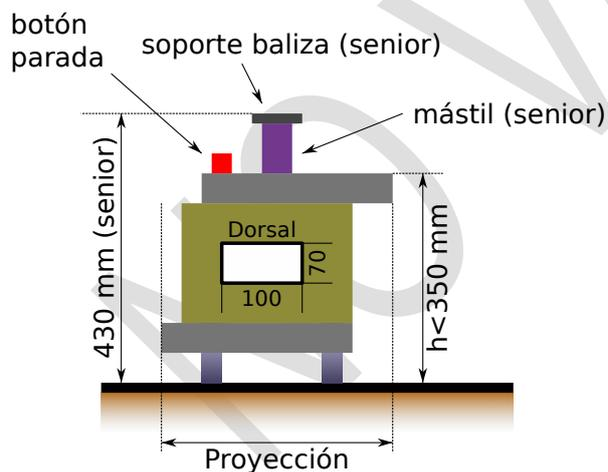
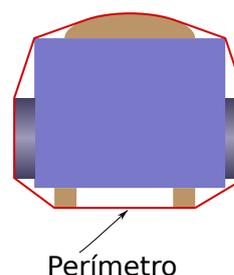

Figura 1: dimensiones del robot
Figura 2: envolvente convexa
- Se trata de la envolvente convexa de la proyección vertical de vuestro robot (figura 2). Si las paredes de vuestro robot no son completamente verticales, debéis proyectar verticalmente cada punto del robot para determinar su perímetro (ver figura 1).
- Altura menor de 350 mm (sin contar botón de parada de emergencia ni soporte para baliza, ver figura 1).
- Espacio vertical de 100 mm (ancho) x 70 mm (alto) donde os pegarán vuestro dorsal (ver figura 1):
- Este botón debe estar situado en la parte superior del robot, y poder ser rápidamente activado mediante un golpe. Debe detener de inmediato el robot (ver figura 1).
- En la parte más alta de vuestro robot, debéis incorporar un mástil, de tamaño mínimo un círculo de 70 mm de diámetro y máximo un cuadrado de 100 mm de lado, sólido y opaco (ver figura 1).